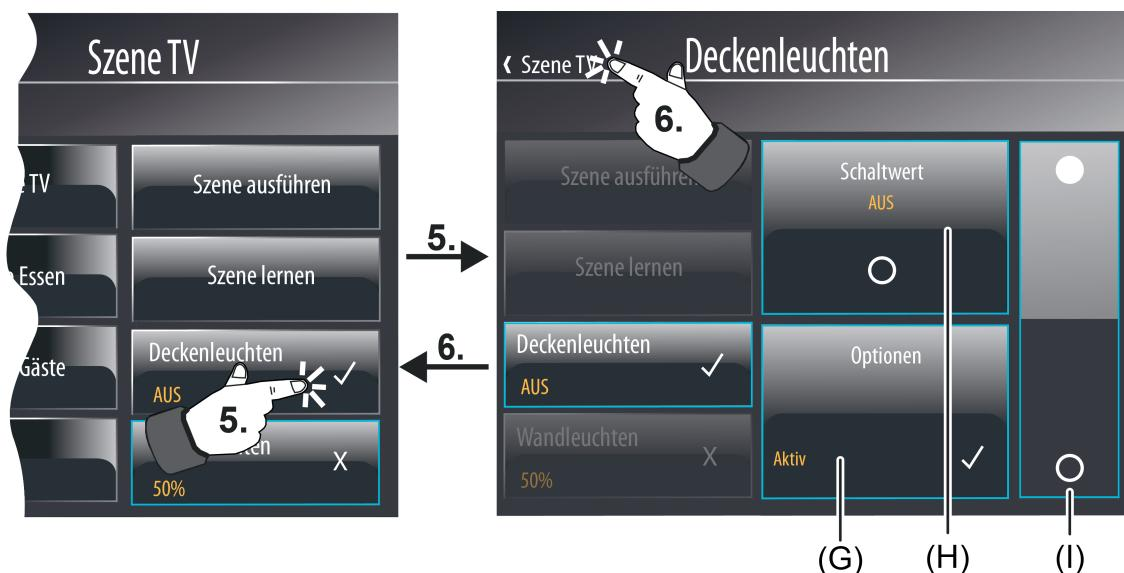

Bild 82: Beispiel einer Szenenkonfigurationsseite (rechts) - Szenefunktion "Schalten"
Beim Datentyp "1 Bit Schalten" (Bild 82) ist ein Anzegebereich mit Statustext und -symbol (H) sichtbar und ein Bedienbereich zur Vorgabe des Szenen-Schaltbefehls (I) durch eine Wippe.